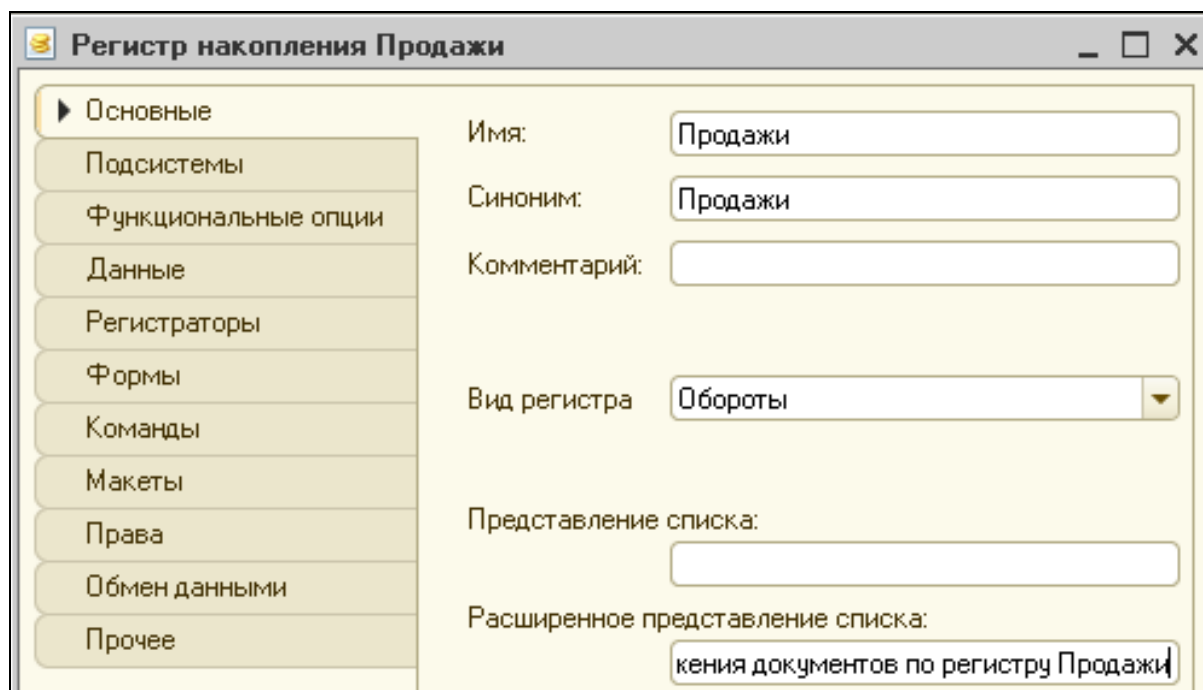

Рисунок 3.38 Содержимое закладки Общие
1. Правой кнопкой мыши щелкнуть по ветке Конфигуратора **Регистры накопления**. Настроить закладку **Общие** (рис.3.38).